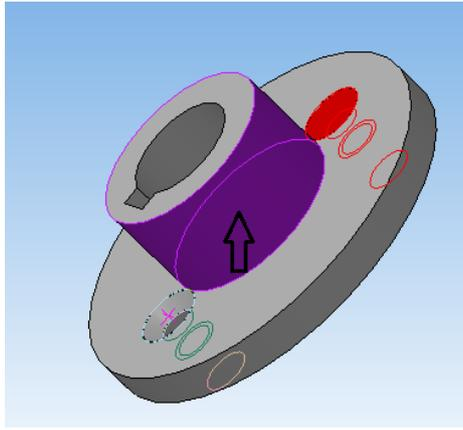

Рисунок 121.
4. Далее выберите команду «Совпадение», укажите на торцевую поверхность фланцевой части «Поводка» и торцевую поверхность заклепочной части «Пальца», после чего Палец займет нужное положение (рисунок 121).